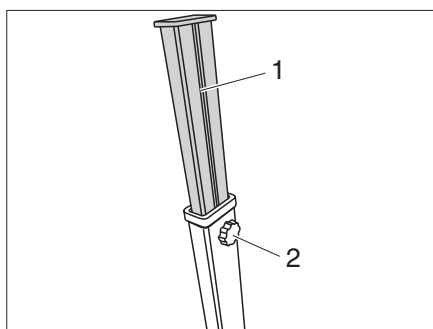

Figura 37 Ajustar los pies de la mesa
- Abrir el tornillo de estrella (Figura 37,2) del correspondiente pie de mesa y desplegar la extensión (Figura 37,1).
- Apretar el tornillo de estrella una vez que se haya alcanzado la extensión deseada (Figura 37,2).
- Insertar la extensión (Figura 37,1) en todos los pies de la mesa y fijar con el tornillo de estrella (Figura 37,2).